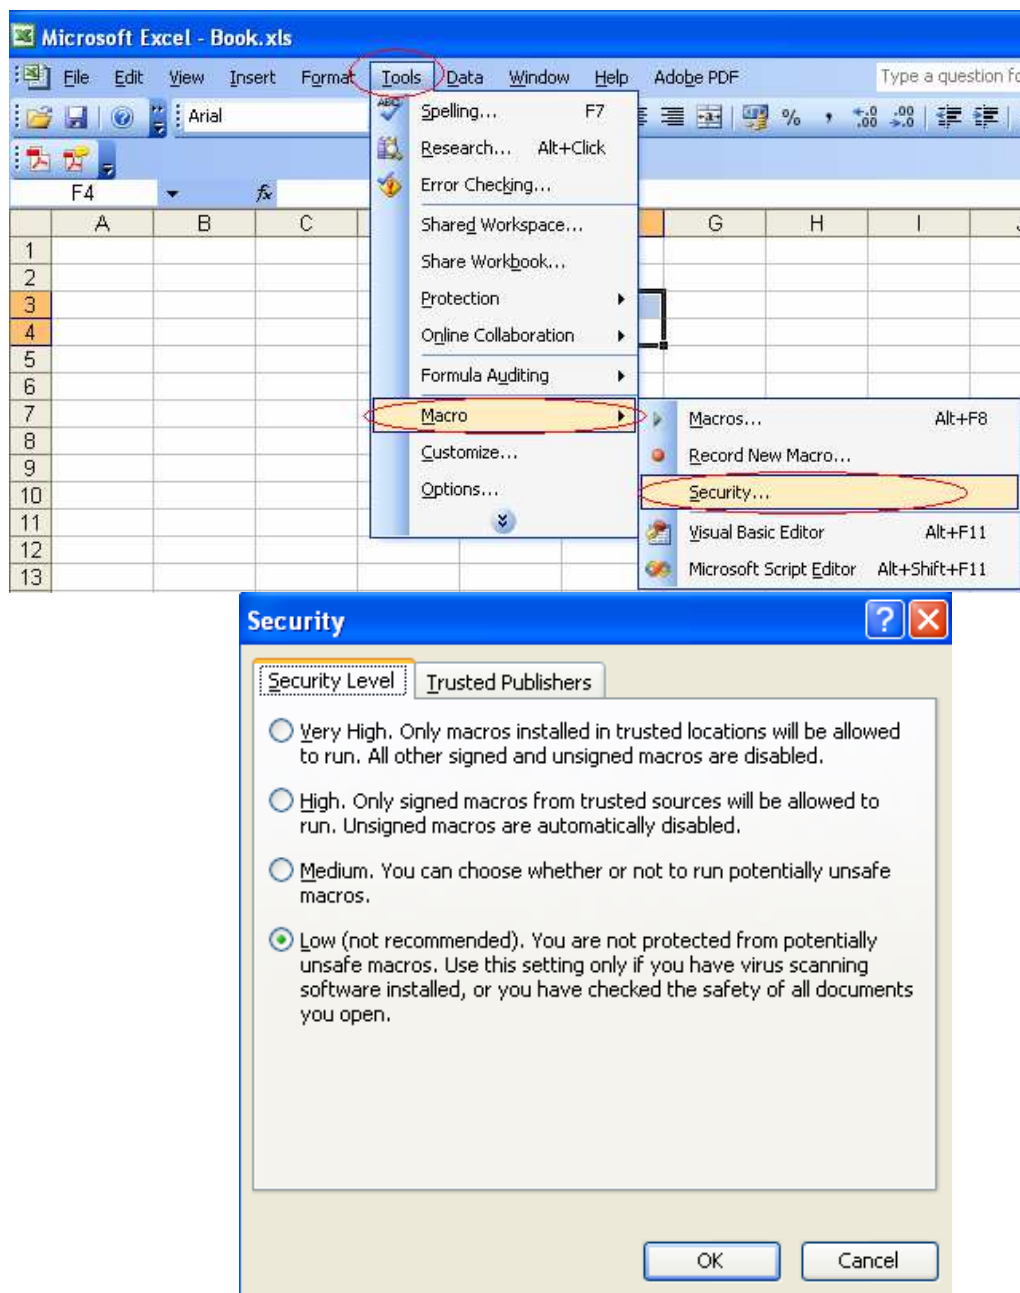

Рис. 5. Снятие блокировки запуска макроса.
Для выполнения макроса (запуска модуля), необходимо снять блокировку, как показано на Рис. 5.
9. Снимите блокировку запуска макроса (см. Рис. 5).